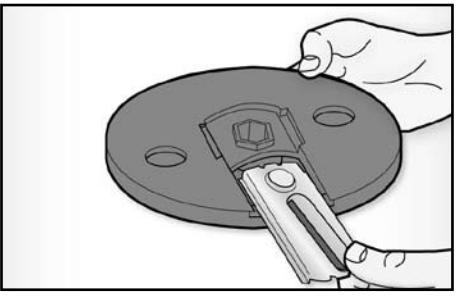

Fig. 9
- Inserire la lama desiderata, lama per fette (O), lama per taglio a julienne (N) o la lama per bastoncini (P) sul disco porta lame (M) in modo che il foro situato sulla lama risulti al centro del disco (Fig. 9).